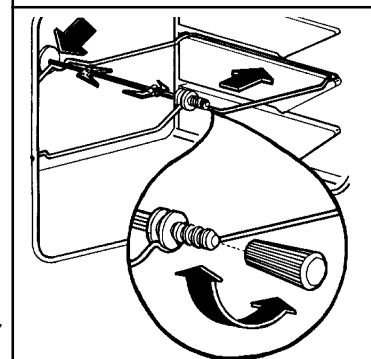

Рис. 7
- Поместите опору для вертела в третьи снизу направляющие духового шкафа (рис. 7).